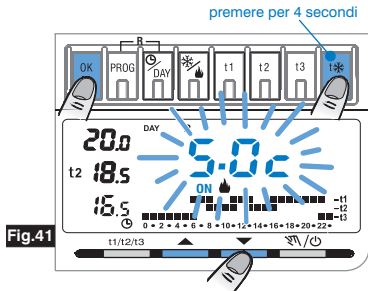

Fig.41
Per programmare questa funzione, tenere premuto il tasto t^* sino alla comparsa sul display della scritta lampeggiante **ON 5.0c** (funzione attiva - fig.41) o **5.0c** (funzione disattivata).
- Tenere premuto il tasto t^* fino alla comparsa della scritta lampeggiante **5.0c** o al set di temperatura antigelo impostato precedentemente (fig.41).